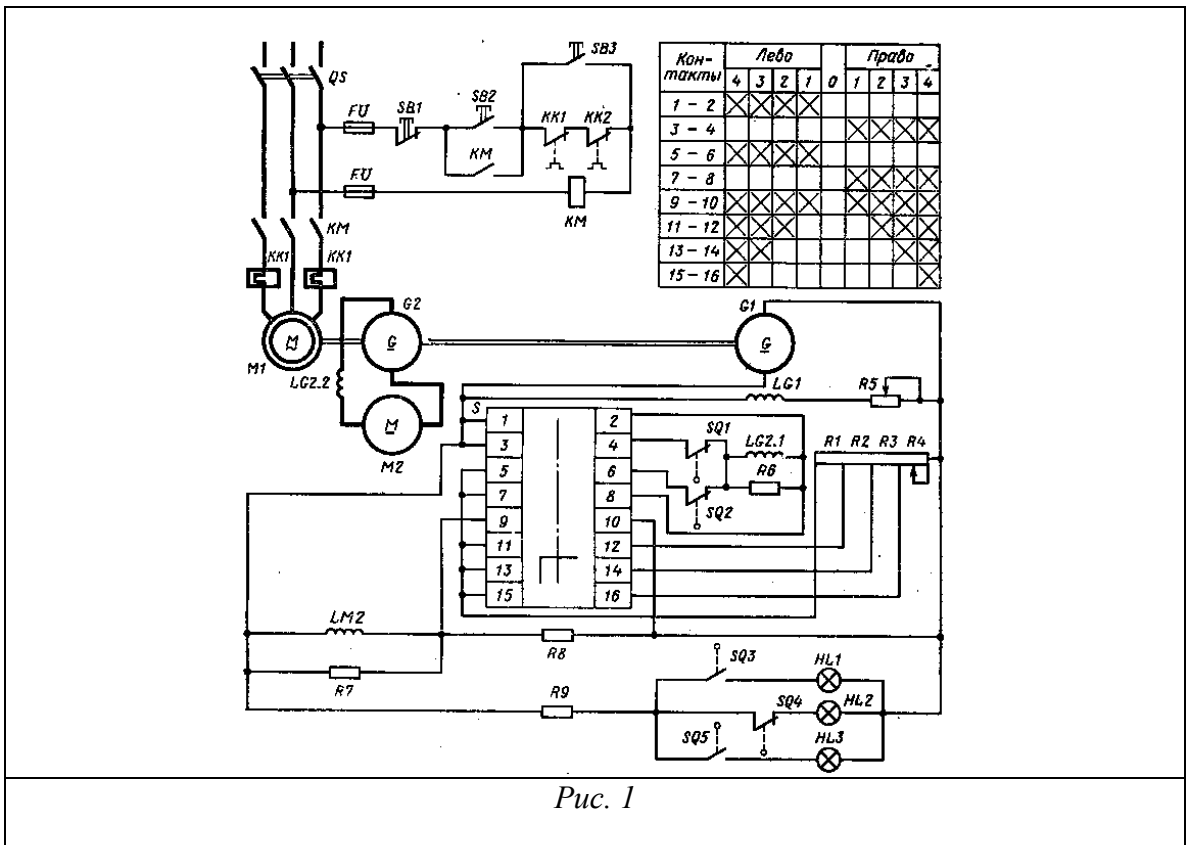

Рис. 1
1. Указать элементы электрической принципиальной схемы (рис. 1), объяснить процесс пуска электродвигателя; возможности регулирования частоты вращения; способы торможения, примененные в схеме; виды защит и способы реализации данных защит в схеме; особенности работы данного электропривода.
1. Указать элементы электрической принципиальной схемы (для одной из схем рис. 1), объяснить процесс пуска электродвигателя; возможности регулирования частоты вращения; особенности работы данного электропривода. Объяснить механические характеристики электропривода